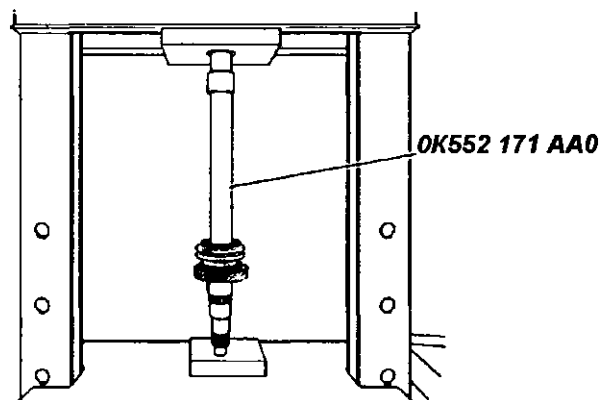

Рис. 6.24. Установка ступицы синхронизатора 5-ой передачи и заднего хода
3. При помощи приспособления SST (0K552 171AAO) установите ступицу 40 в сборе, муфту синхронизатора 5 передачи и заднего хода, как показано на рис. 6.24.